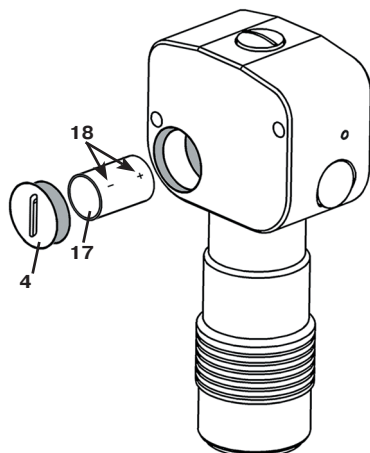

Рис. 14. Замена батареи.
- Открутите винт отсека для батарей (4, Рис. 14) с помощью монеты.
- Вытащите батарею (17, Рис. 14).
Будьте внимательны с полярностью (18, Рис. 14)
- Закрутите крышку (4, Рис. 14) с помощью монеты.